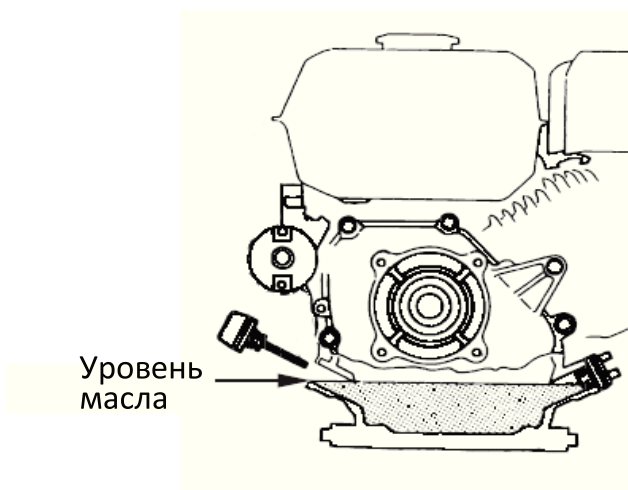

Рис.16
1. Открутите крышку/щуп картера (Рис.11,Рис.16).
2. Открутите пробку для слива масла(Рис.2) и слейте масло в специальную емкость (Рис.16)